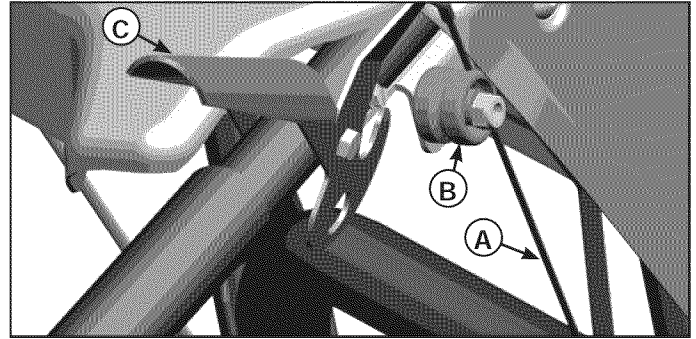

Figura 34. Botón del cable del tornillo sinfin
1. Compruebe que el cable de transmisión del tornillo sinfin (A, Figura 34) está en la cima del botón del cable (B) como se muestra en la Figura 34.